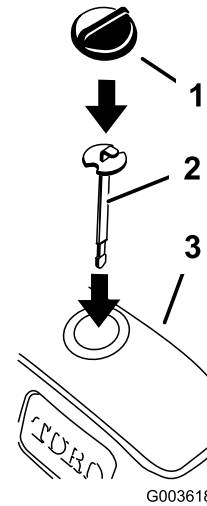

Bild 7
2. Stecken Sie den Peilstab in den Behälter und nehmen ihn dann heraus, um den Hydraulikölstand abzulesen (Bild 7).